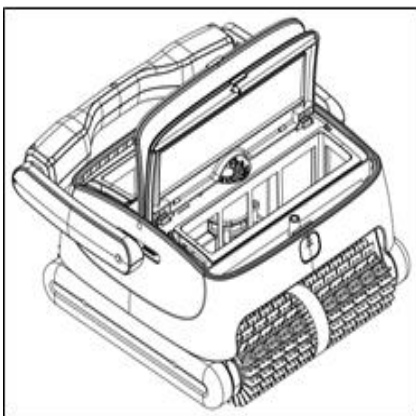

Bild 3
- c. Lyft upp det övre locket (se Bild 3)